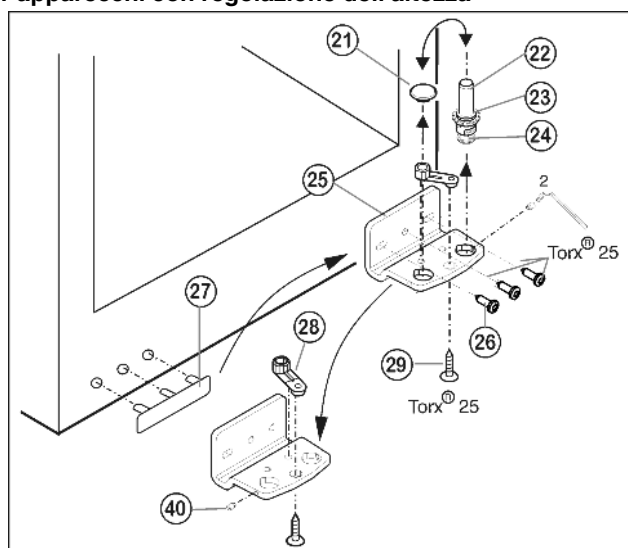

Fig. 7
- ▶ Svitare di circa 1 giro la vite di fermo Fig. 7 (40) con la chiave a brugola in dotazione.
- ▶ Togliere completamente il perno di supporto Fig. 7 (22) con lo spessore Fig. 7 (23) e il piedino di regolazione Fig. 7 (24), estrarre tirando verso l'alto.
- ▶ Togliere il tappo Fig. 7 (21).
- ▶ Svitare il blocco di supporto Fig. 7 (25).
- ▶ Svitare completamente la vite di arresto Fig. 7 (40) e avvitarla sul lato opposto nel blocco di supporto, finché non è a filo con il blocco di supporto.
- ▶ Svitare l'elemento di supporto Fig. 7 (28) e spostarlo nel foro di alloggiamento opposto, serrarlo nuovamente.
- ▶ Inserire nuovamente il tappo Fig. 7 (21) nell'altro foro.
- ▶ Staccare la copertura lato maniglia Fig. 7 (27) facendo attenzione e spostarla sul lato opposto.
- ▶ Fissare nuovamente il blocco di supporto Fig. 7 (25) sul nuovo lato cerniere, eventualmente servendosi di un avvitatore a batteria (**a 4 Nm**) a 4 Nm.
- ▶ Ruotare di nuovo completamente il perno di supporto Fig. 7 (22), con lo spessore e il piedino di regolazione.
- ▶ Serrare la vite di fermo Fig. 7 (40).
- ▶ Appoggiare la porta inferiore dall'alto sul perno di supporto in basso Fig. 7 (22).
- ▶ Eventualmente allineare le porte sopra le due asole nel blocco di supporto in basso Fig. 7 (25) e nel blocco di supporto al centro Fig. 5 (13) a filo con l'involucro dell'apparecchio. Svitare la vite centrale nel blocco di supporto in basso Fig. 7 (25).